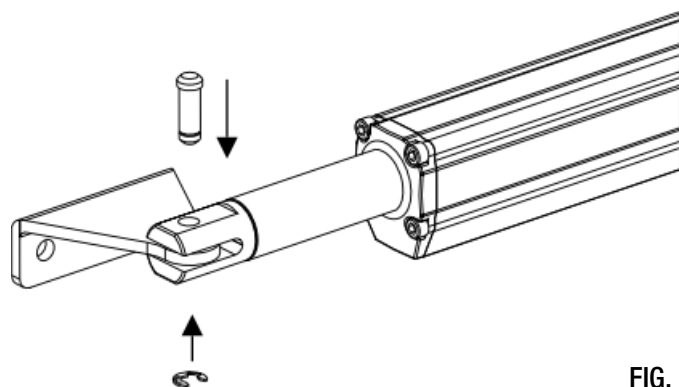

FIG. 7
1. Fissare la piastra anteriore di ancoraggio sull'attuatore (Fig. 7).